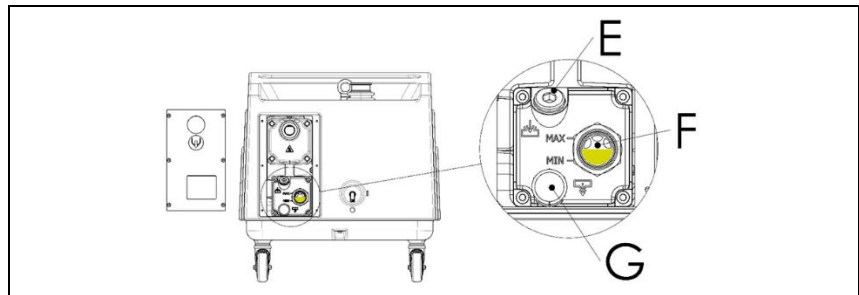
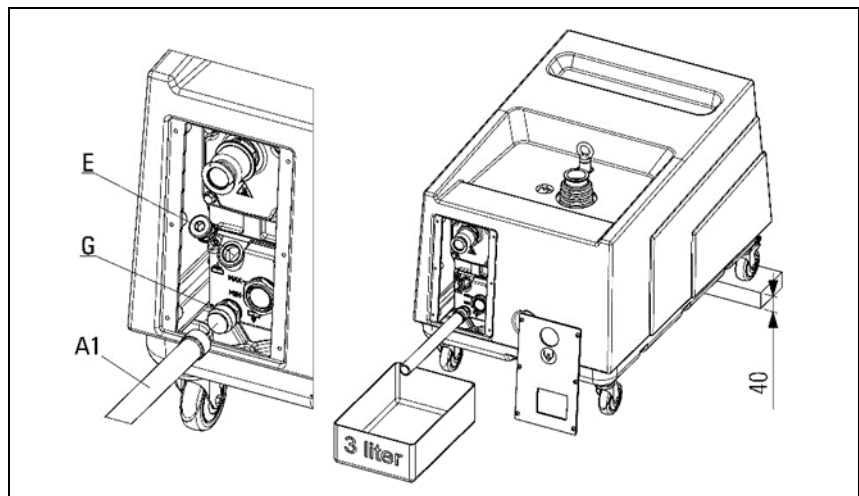

Abbildung 14
Abbildung 15
Drehen Sie den Stöpsel (E) und den Stöpsel auf dem Ausgang (G) erst ab (Abbildung 14), nachdem Sie unter dem Tank einen nach Form und Größe passenden Behälter platziert haben, der das ganze Öl aus der Pumpe aufnehmen kann (siehe Abbildung 15).
Der maximal zulässige Druck im Tank beträgt 0,6 bar, gemessen bei maximalem Durchsatz (wenn die Pumpe mit Ansaugung bei atmosphärischem Druck arbeitet). Der Druck kann durch einen Manometer (optional) gemessen werden, der mit der Öffnung zum Einfüllen des Öls verbunden wird (Abbildung 14, E). Wenn der Manometer verwendet wird, prüfen Sie die Kartusche bei heißer Pumpe auf Verstopfung.